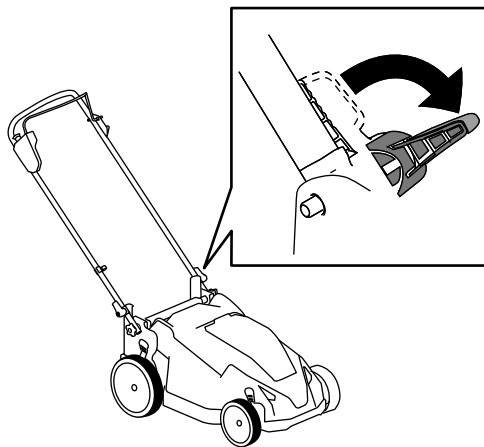

Figure 22
3. Déverrouillez le guidon (Figure 22).
2. Déverrouillez le guidon jusqu'à ce que la moitié supérieure bouge librement (Figure 22).